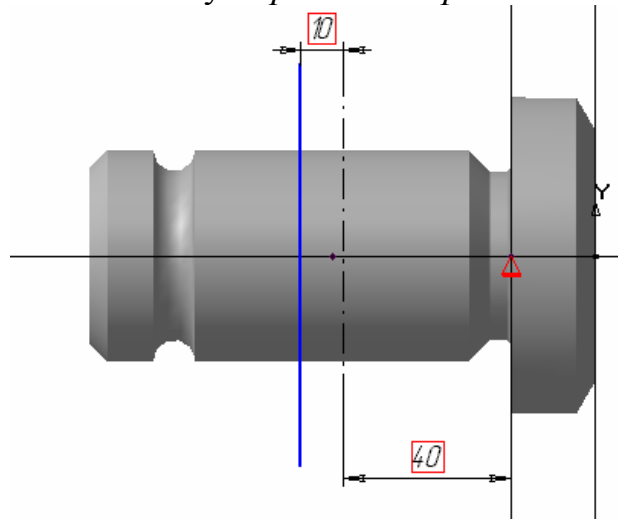

Рис. 7.11.
3. Виконайте отвір діаметром 20 мм. Цей отвір можна виконати різними способами, наприклад, виконайте операцією *Вирізати обертанням*. Для цього вкажіть фронтальну площину проєкції на *Дереві побудов*, виберіть орієнтацію *Вид спереду*, активізуйте кнопку *Новий ескіз* і виконайте ескіз, показаний на рис. 7.11. Активізуйте операцію *Вирізати*